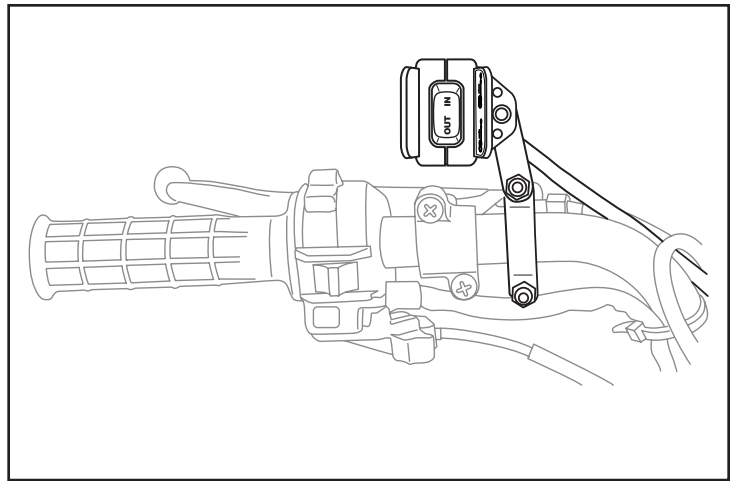

Figure 6 Emplacement du montage de l'interrupteur
3. Positionnez l'interrupteur de façon à pouvoir y accéder facilement sans interférer avec les autres accessoires situés sur le guidon. Un bon emplacement, par exemple, serait juste au-dessus de l'interrupteur d'éclairage, du côté intérieur (Figure 6). Serrez bien tous les boulons et écrous de manière à immobiliser l'interrupteur.